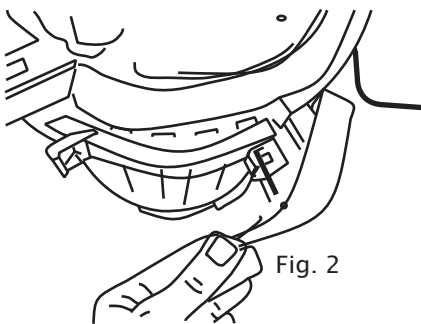

Fig. 2
3. Levante a alça de liberação e remova o anel de fixação. Fig. 2